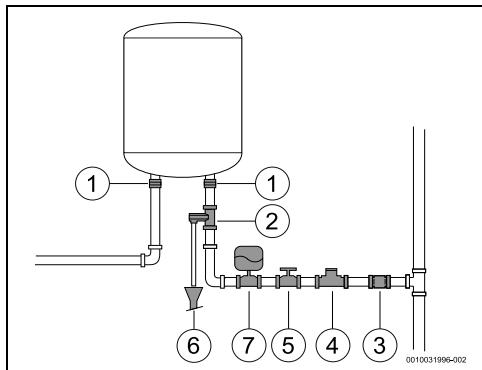

fig. 13
- ▶ Mbyllni valvulen e linjës së ujit (→ Fig. 13, [5]).
- instaloni një valvulë reduksioni (Fig. 13, [4]). Valvula e çlirimt të presionit aktivizohet gjithnjë pasi presioni i ujit në depozitë tejkalon 8 bar ( $\pm 1$  bar) dhe uji i shkarkimit duhet të kanalizohet jashtë.
- instaloni një enë zgjerimi (Fig. 13, [7]) për të evitar hapjen kaq të shpeshtë të valvulës së çlirimt. Vëllimi i enës së zgjerimit duhet të jetë i baravlershëm me 5% të vëllimit të pajisjes.